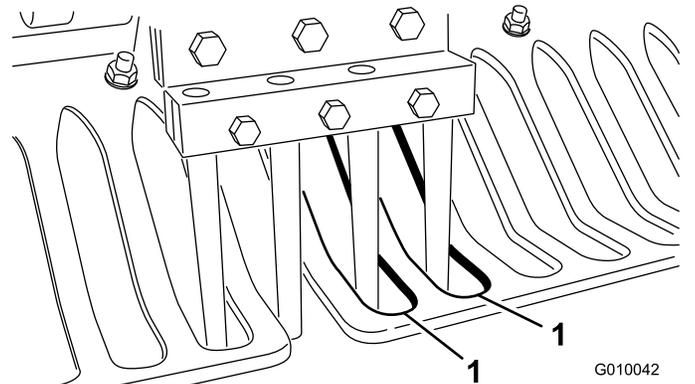

図 26
7. 全部のタインが、ターフガードの隙間の中心に整列していることを確認する【図 26】。必要に応じてターフガードの位置を調整し、ナットで固定する。